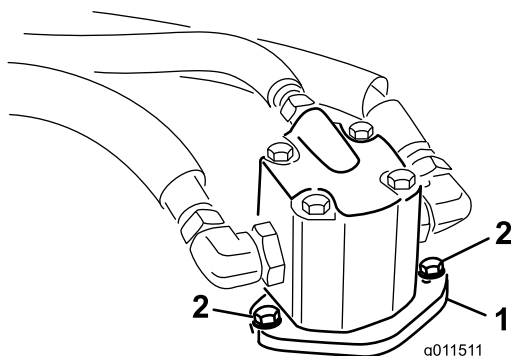

図 74
4. 油圧モータを刈り込みデッキに固定しているボルトを外す 図 74。